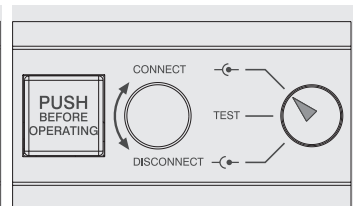

Figura 54
- interruptor en posición de insertado (véase Figura 54)